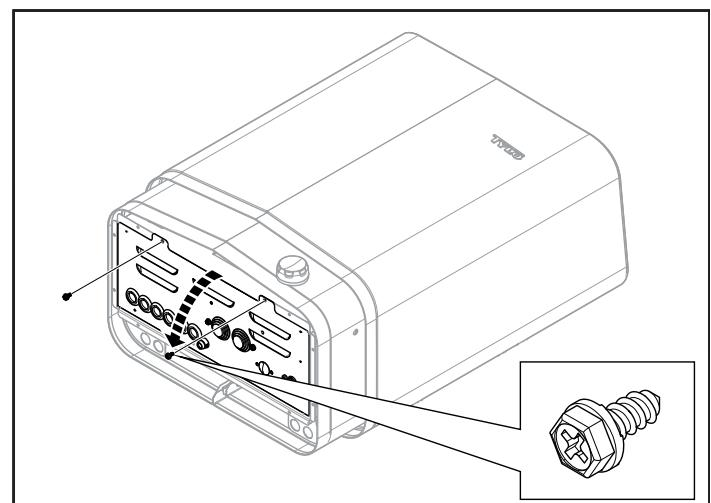

Fig. 8 : Ouverture/fermeture du volet
2. Desserrer les vis et ouvrir le volet (voir la figure 8).
7. Fermer le volet et serrer les vis (voir la figure 8, page 21).